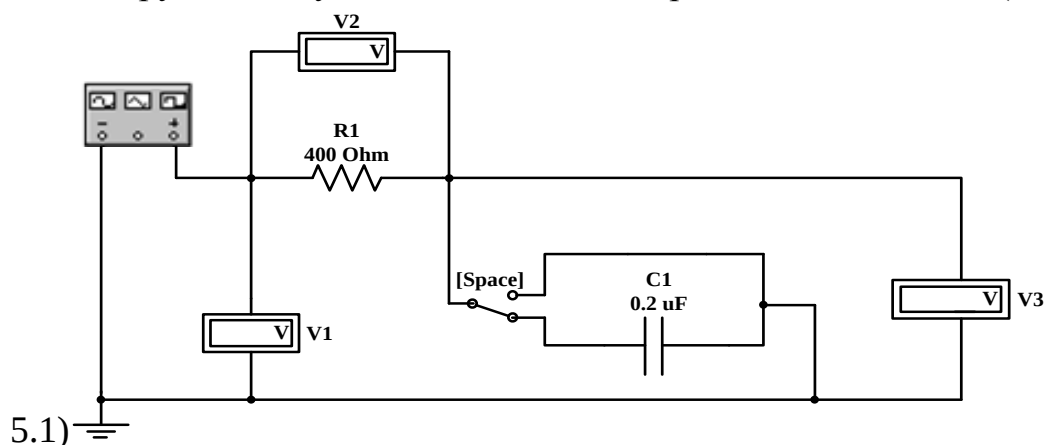

Рисунок 5.1
- 6.3. Электрическая схема (рисунок 5.1).